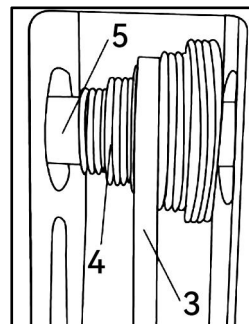

图 20
注意：在（图 20）中，其中 5 是输出轴，4 是皮带轮。当皮带置于皮带轮上最小槽中，其输出速度是最大的，当置于皮带轮最大槽中，其输出速度是最小的。
- 将（图 20）图 20 中的 4 皮带轮的固定螺钉松掉，其固定螺钉在皮带轮的中间槽上。